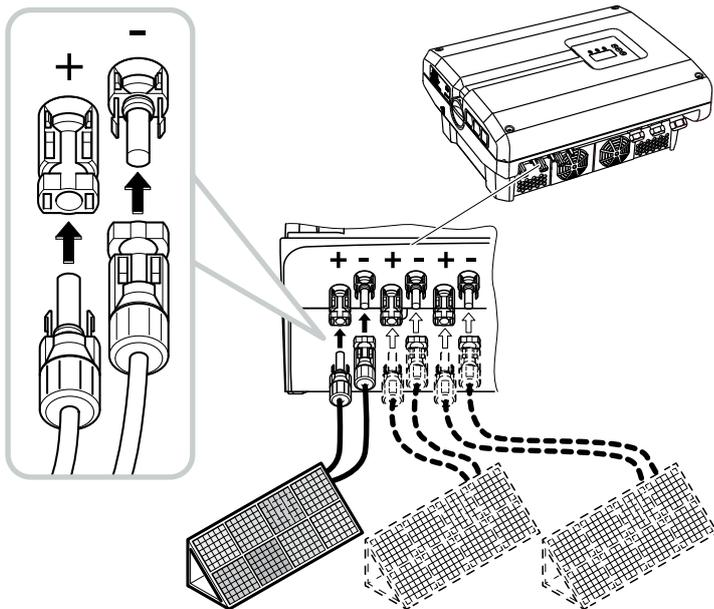

Fig. 37: Ligue o string FV
6. Encaixe as tomadas e os conectores dos cabos CC no inversor. **Fig. 37**